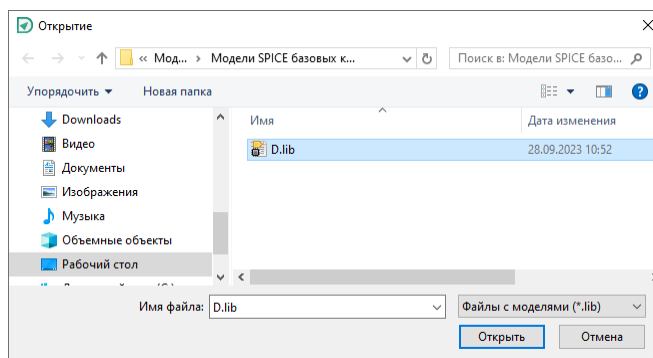

Рис. 34 Выбор файла SPICE-модели
3. В окне проводника выберите и откройте нужный файл SPICE-модели, см. Рис. 34.